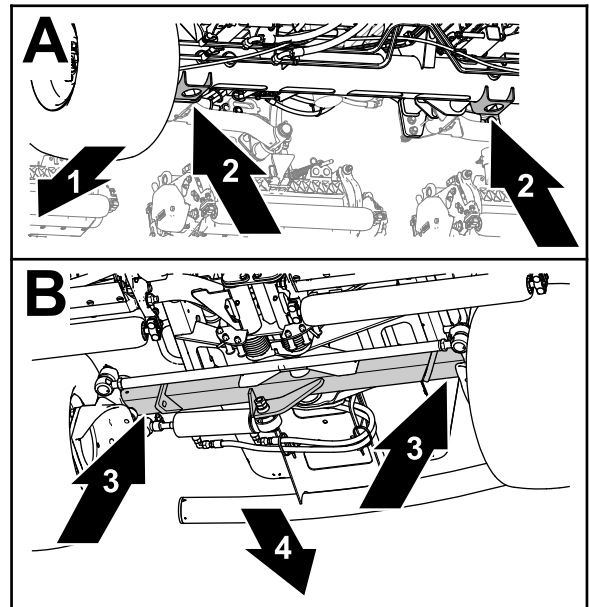

Figure 69
- Avant – supports de cric du tube d'essieu avant (Figure 69).